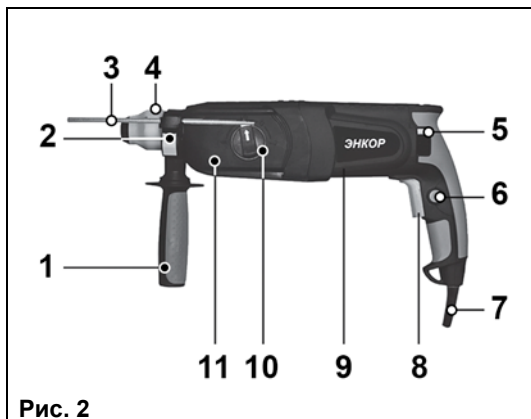

Рис. 2
6. УСТРОЙСТВО ПЕРФОРАТОРА (Рис.2)
7. СБОРКА (Рис.2)
7.2. Нажмите и удерживайте кнопку (2) фиксации ограничителя глубины сверления. Вставьте ограничитель глубины сверления (3) в специальное отверстие на рукоятке (1). Зафиксируйте установленное положение ограничителя глубины сверления (3) отпустив кнопку (2).
8. ПОДГОТОВКА К РАБОТЕ И РЕГУЛИРОВКА (Рис.2)